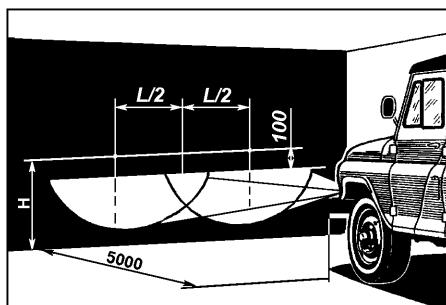

Рис. 9.67. Разметка экрана для регулировки противо-туманных фар:
**Противотуманные фары** регулируйте так, чтобы световые пятна на стене или экране были расположены, как показано на рис. 9.67. Для замены лампы поверните патрон в сборе с лампой против часовой стрелки и выньте его из гнезда.
Блок силовых плавких предохранителей (рис. 9.67)